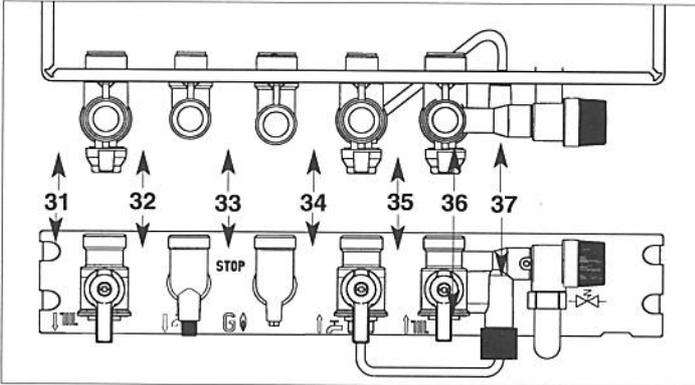

Fig. 22 - Vista inferior y lateral
## Barra de grifería (fig. 22)
3. Abrir la llegada del gas girando la llave gas "33" (fig. 22 página 20) a la posición « 1 ».
- Corte la llegada de gas girando la llave "33" (fig. 22, pág. 20), a la posición «STOP».